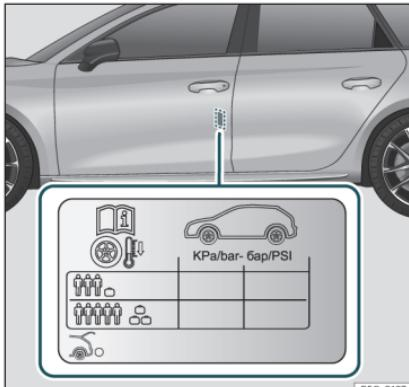

Fig. 223 Ubicación del adhesivo de la presión de inflado de los neumáticos.
- Adapte la presión de los neumáticos a la carga que lleva el vehículo **» fig. 223**.
Los valores de la presión de inflado se indican en la etiqueta adhesiva situada en la zona posterior del marco de la puerta delantera izquierda **» fig. 223**.
La presión de los neumáticos se debe adaptar a la carga actual del vehículo. Si el vehículo va a ir cargado al máximo, debe aumentar la presión de inflado al valor máximo de carga indicado en la etiqueta adhesiva **» fig. 223**.
En el caso de una rueda de emergencia minimizada (125/70 R16 o 125/70 R18), inflar a 4,2 bar de presión según se indica en la etiqueta de presión de los neumáticos **» fig. 223**.
- El conductor es responsable de que todos los neumáticos del vehículo estén inflados a la presión correcta. La presión de inflado recomendada viene indicada en un adhesivo »» fig. 223.
- Con los neumáticos en frío, deberá mantenerse siempre la presión indicada en el adhesivo »» fig. 223.